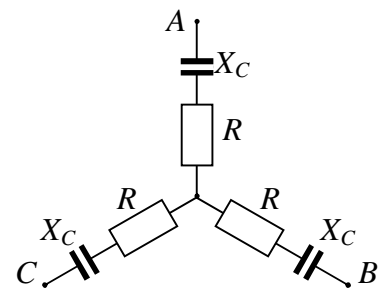

Рис. 4.17
**4.14.** Визначити активну потужність  $P$  симетричного трифазного споживача електричної енергії, фази якого з'єднані "зіркою" (рис. 4.17). Лінійна симетрична напруга живильної мережі  $U_{л} = 100$  В, ємнісний опір конденсаторів  $X_C = 8$  Ом, опір резистора  $R = 6$  Ом.